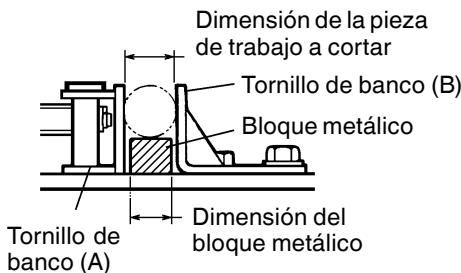

Fig. 11
6. Utilización de un bloque metálico (Fig. 11)